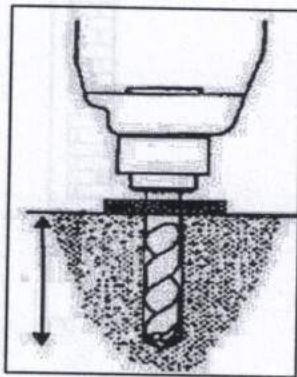

Figura 18
- Ajuste o paralelo da plataforma e a distância de duas plataformas, como requerido pela Figura 18.